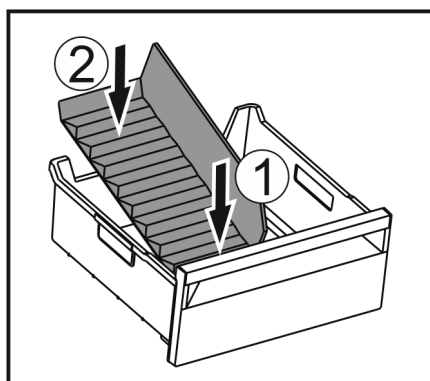

Fig. 171
- Sätt in frysfacksdelarens främre del. Fig. 171 (1)
- Sänk ned frysfacksdelarens bakre del till lådans botten. Fig. 171 (2)